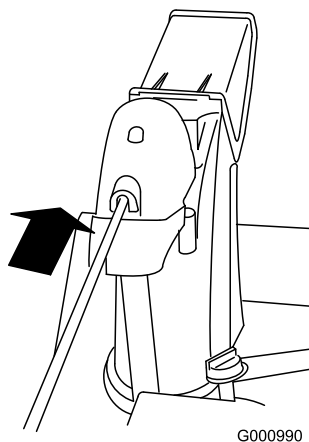

Bild 16
4. Setzen Sie das vordere Ende der Stange in die Öffnung hinten an der Getriebeabdeckung des Auswurfkanals ein, bis es in das Auswurfkanalgetriebe gleitet (Bild 16).